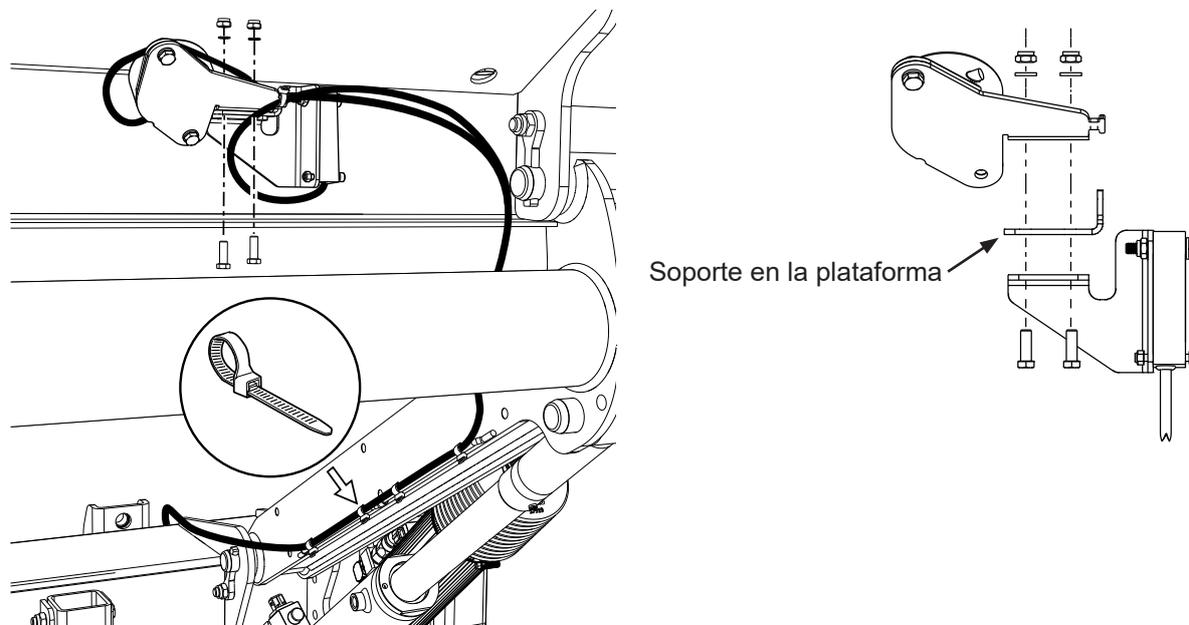

Figura 60. Montaje de sensor de ángulo para basculamiento automático
1. Montar los sensores de ángulo en la plataforma, utilizar los tornillos, las tuercas y las arandelas proporcionados y sujetar el cable con bridas, véase Figura 60.